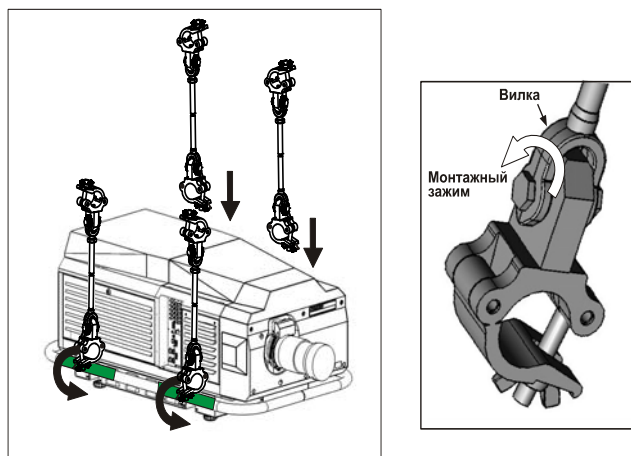
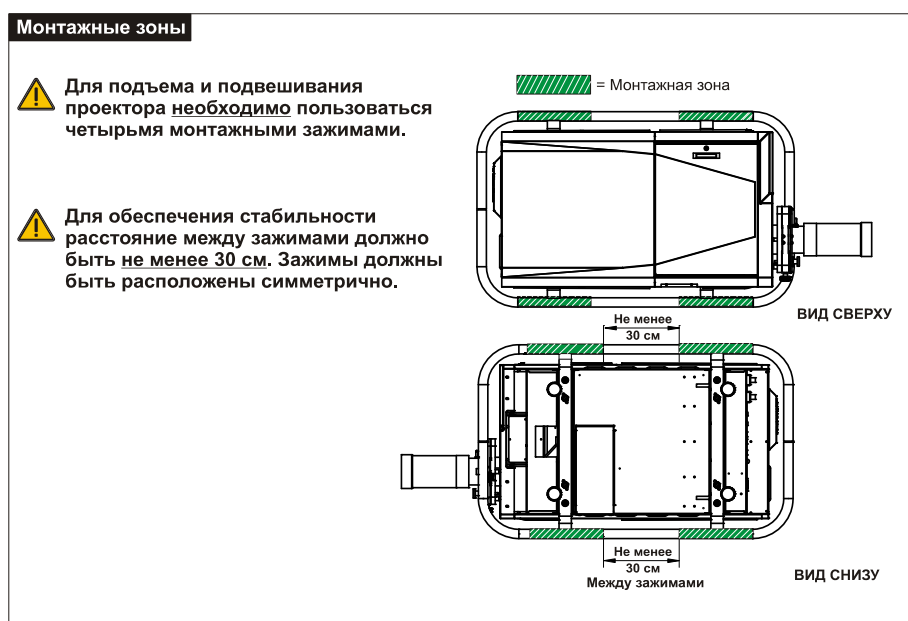

Рис. 2-5 Крепление зажимов к проекционному модулю
Рис. 2-6 Монтажные зоны на ручках проектора
2. Установите 4 монтажных зажима на ручках проектора в специально обозначенных зонах монтажа зажимов. См. Рис. 2-5 и Рис. 2-6. Для обеспечения стабильности расстояние между зажимами должно быть не менее 30 см. Не затягивайте поперечный болт на вилке, поскольку монтажные зажимы должны свободно поворачиваться.
См. *Рис. 2-6*.